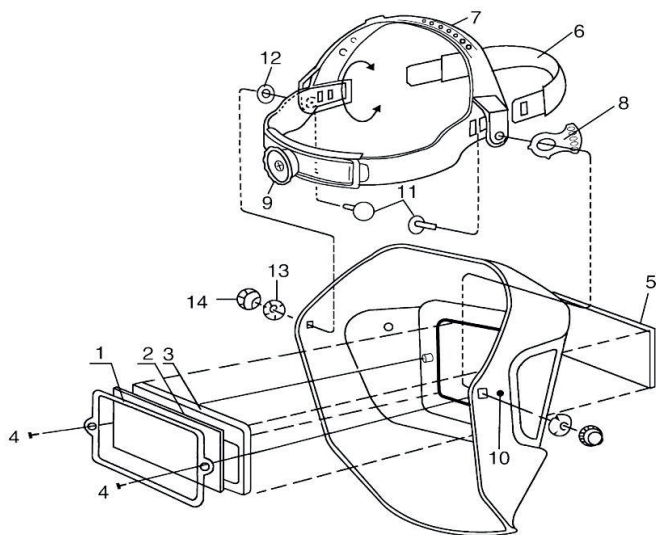

Рис. 1
На **рис. 1** представлена схема сборки корпуса маски и подголовника.
1. Корпус маски поставляется в сборе со светофильтром. Соедините наголовник и корпус маски с помощью фиксаторов и гаек (**рис. 1**).
- Горизонтальная регулировка обхвата головы: нажмите на регулятор (**9, рис. 1**), и поворачивайте рукоять по часовой стрелке, чтобы уменьшить размер наголовника, и против часовой – чтобы увеличить. Маска должна плотно сидеть на голове.
- Вертикальная регулировка системы крепления: уменьшая или увеличивая размер ремня (**7, рис. 1**), отрегулируйте размер наголовника так, чтобы глаза сварщика находились в средней части светофильтра.
- Регулировка наклона маски: отрегулируйте затяжку винтов и положение фиксатора сегментной регулировки (**8, рис. 1**) для удобного угла обзора. Убедитесь, что маска свободно опускается и не сползает.